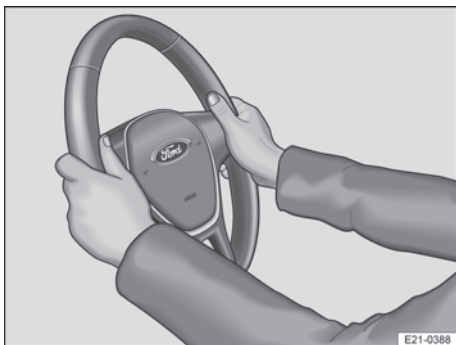

Abb. 62 Am Lenkrad: Neun-Uhr- und Drei-Uhr-Position.
2. Lenkrad so einstellen, dass es mit beiden Händen und leicht gebeugten Armen seitlich am äußeren Rand (Neun-Uhr- und Drei-Uhr-Position) → Abb. 62 festgehalten werden kann.